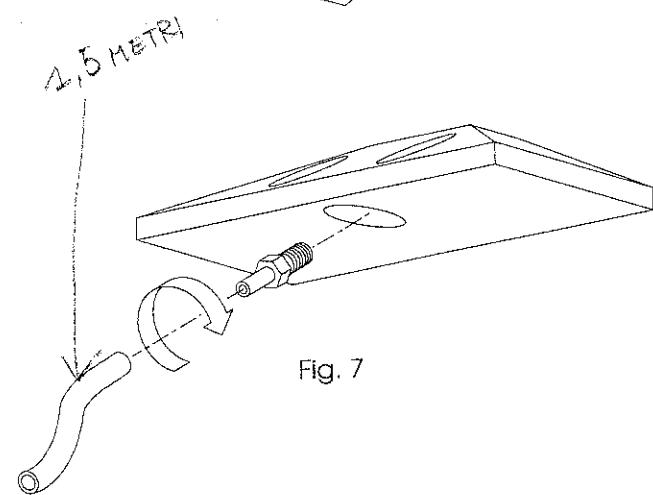

Fig. 7
**ATTENZIONE:** Prima di fissare il supporto sull'estremità dove è stata ricavata la traccia avvitare l'apposito raccordo in dotazione e innestare il tubicino in PVC di collegamento tra la camera pneumatica ed il pressostato come da Fig. 7.
**NOTE:** Before fixing the support to the end where the channel has been cut, screw in the supplied pin and fit the PVC tube that connects the pneumatic strip to the pressure switch as shown in Fig. 7.
- ATTENTION:** avant de fixer le support sur l'extrémité côté saignée, visser l'embout fourni et raccorder le tube PVC entre la chambre pneumatique et le pressostat comme indiqué en Fig. 7.